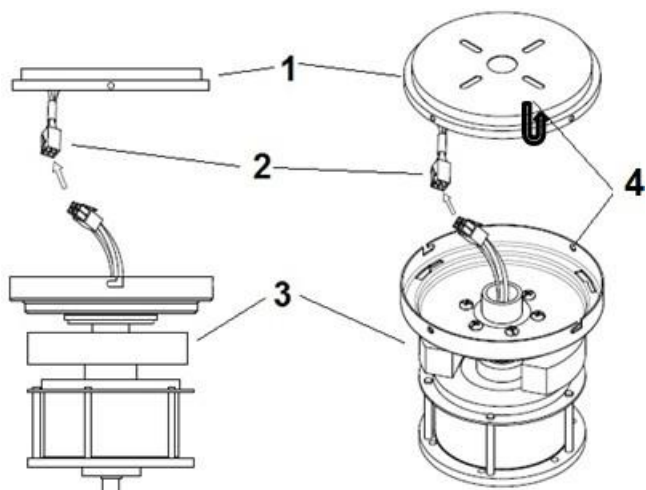

Fig. 3
- Lyft upp fläktmotorn till takplattan (1) och häng upp fläktmotorn (3) på J-kroken (4) genom hålet på fläktmotorn (4). Fig. 3
- Koppla ihop han- och honkontakten med varandra (2). Fig. 3